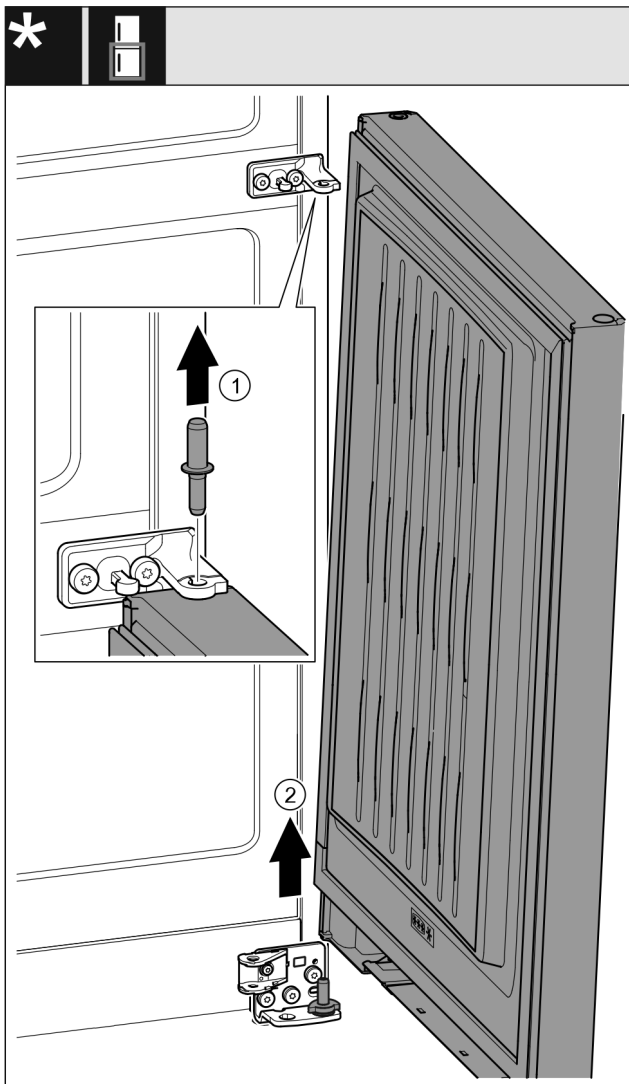

Fig. 23 *
- ▶ Витягніть гвинт догори. Fig. 23 (1)*
- ▶ Відкрийте дверцята, зніміть рухом вгору та відкладіть убік. Fig. 23 (2)*